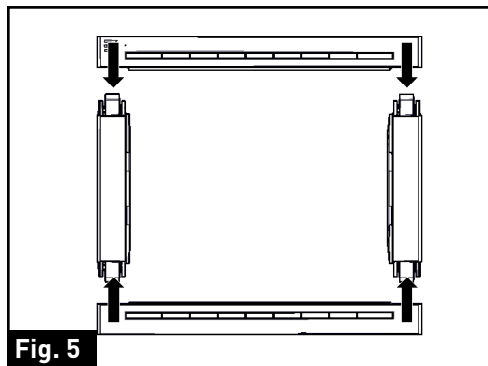

Fig. 5
5. Assemblez la trousse de finition comme indiqué dans (Fig. 5).